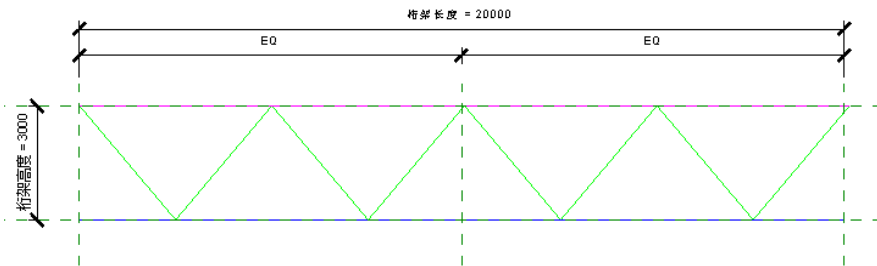

图 7-12 绘制嵌板腹板
(6) 单击“创建”选项卡“详图”面板中的“腹板”按钮，绘制嵌板腹板，如图 7-12 所示。